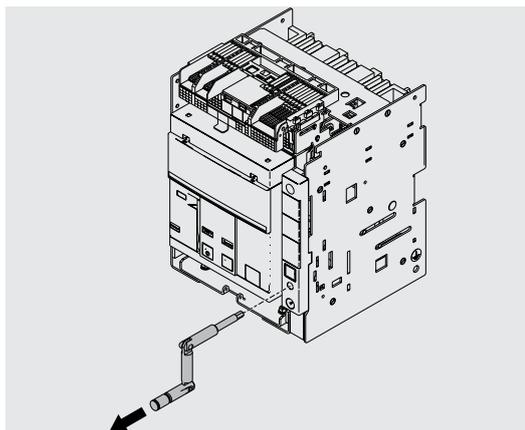

Figura 61
8. Estrarre la manovella. Vedi Figura 61.